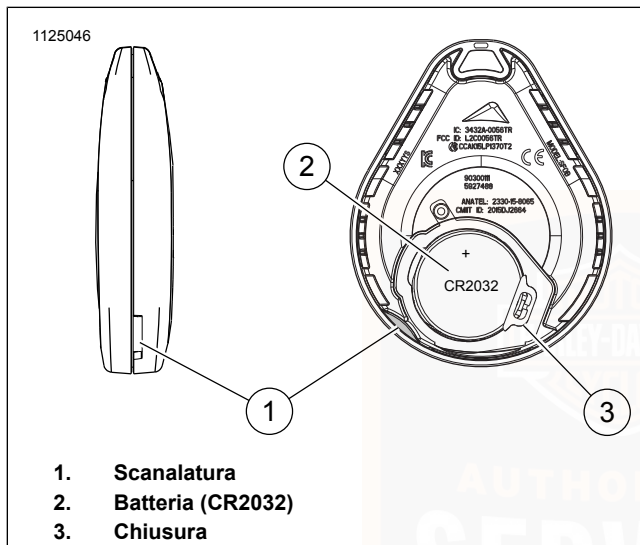

Figura 17. Sostituire la batteria del portachiavi elettronico
- Vedere Figura 17 . Il numero di serie del portachiavi elettronico si trova pure all'interno dello stesso.
1. Vedere Figura 17 . Per aprire il portachiavi elettronico, ruotare una lama sottile nella scanalatura (1).
2. Rimuovere la batteria (2) e smaltirla secondo le normative locali.